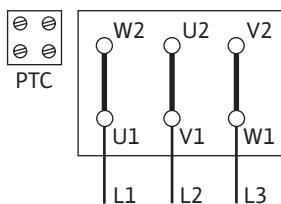
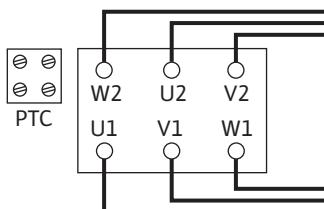

Fig. 5: Y-Δ-start
Fig. 6: Δ-schakeling
- De netaansluiting is afhankelijk van het motorvermogen P2, de netspanning en het inschakeltype. De vereiste schakeling van de verbindingsbruggen in de klemmenkast vindt u in de volgende tabel en Fig. 5 en Fig. 6.
| Y-Δ-start (standaard) | Verbindingsbruggen verwijderen (Fig. 5). |
| Start via softstarter | Δ-schakeling (Fig. 6)                    |